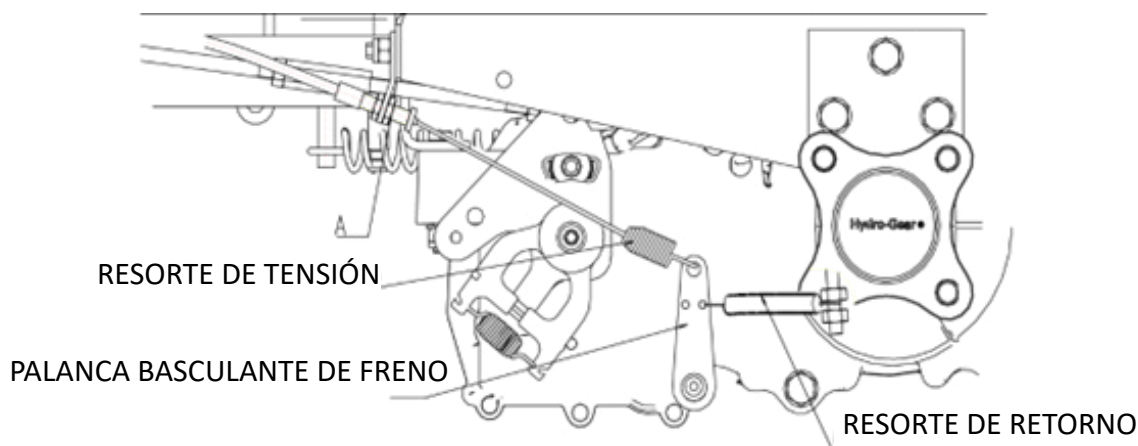

FIG.9
- (Véase ABB. 9) Dado que la fuerza del resorte está bien calculada, no es necesario ajustar significativamente el freno de estacionamiento de esta manera. Si se requiere un ajuste fino, afloje la tuerca de ajuste en el punto A.